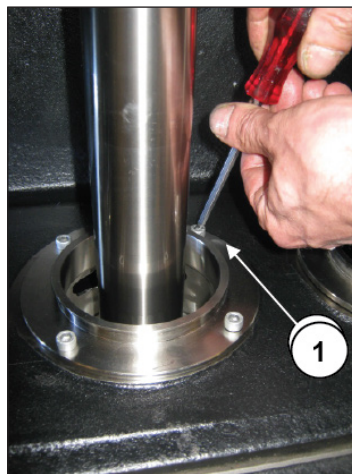

图 158
拆除波纹管并拆下三个波纹管法兰的四颗M6固定螺栓（①，图 158）。